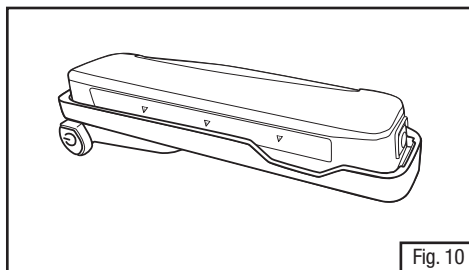

Fig. 10
2. Empurre a bateria TR-630 para que ele seja totalmente encaixada no adaptador e o botão de liberação azul na bateria encaixe no lugar (Fig. 10).